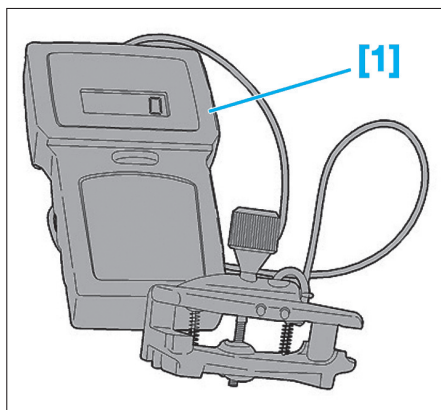

Fig. 1
- [1]. Appareil de mesure de tension de courroie (réf: 0192) (Fig.1).